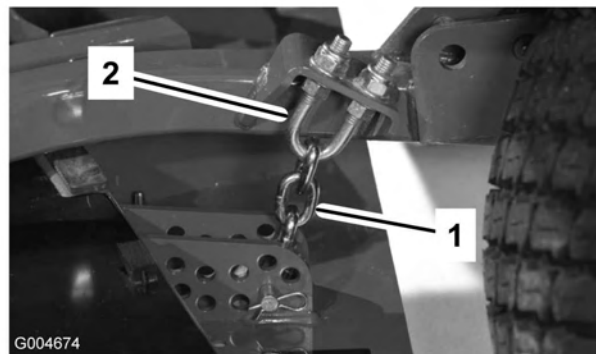

Bild 75
1. Lockern Sie die Klemmmuttern an der Ober- oder Unterseite des U-Bügels an der Schnitthöhenkette (Bild 75).